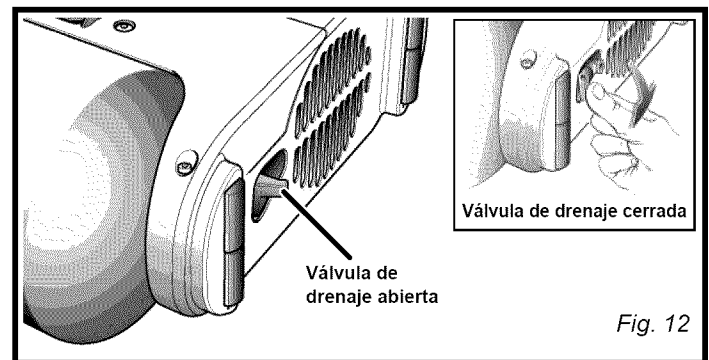

Fig. 12
- Abra la válvula de drenaje girando la manilla de la válvula de drenaje a la izquierda en 1/4 de vuelta (Fig. 12).
- Cierre la válvula de drenaje girando la manilla de la válvula de drenaje a la derecha en 1/4 de vuelta (Fig. 12).